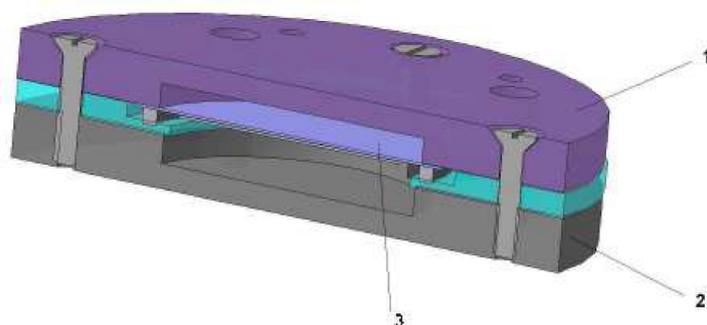

Рисунок 2 – Пьезодатчик
1.6.2 Колебания струи воспринимаются пьезодатчиком (см. рисунок 2) и преобразуются в электрический сигнал, поступающий в вычислительный блок ПР. Каждый из двух вычислительных блоков измеряет расход газообразных сред, движущихся только в одном направлении.